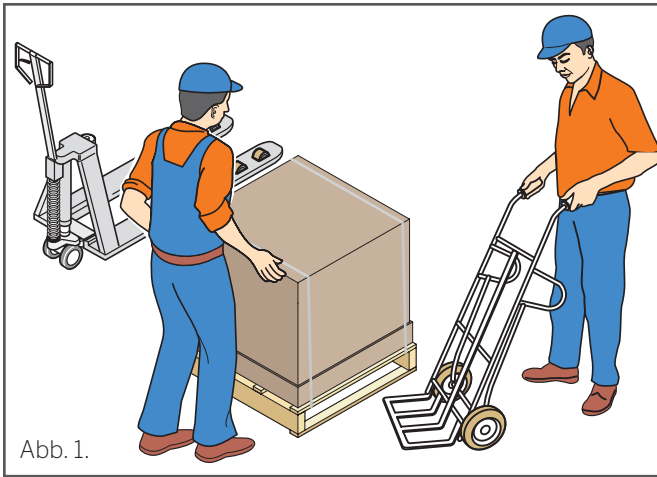

Abb. 1.
**Achtung!** Beim Bewegen des Gerätes müssen immer zwei Personen beteiligt sein, die ein geeignetes Hilfsmittel verwenden (siehe *Abb. 1.*)